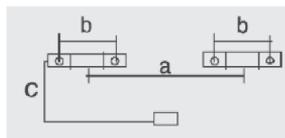

Рис. 2
- Для того, чтобы просверлить в стене 4 отверстия диаметром 12 мм и глубиной 65 мм в соответствии с параметрами, указанными на Рис. 2, воспользуйтесь ударным перфоратором;